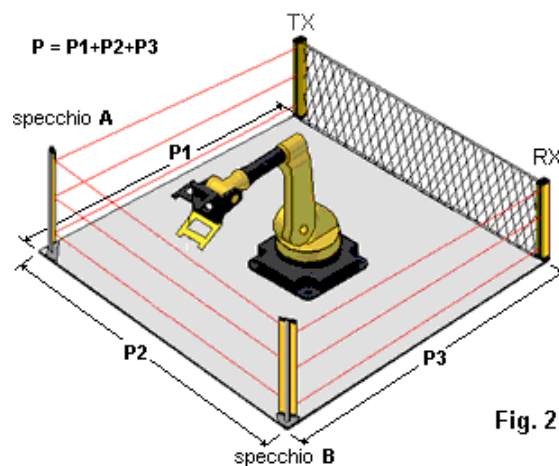

Fig. 2
- protezione a “ U “ quando la barriera protegge 3 lati con l'impiego di 2 specchi come da fig. 2